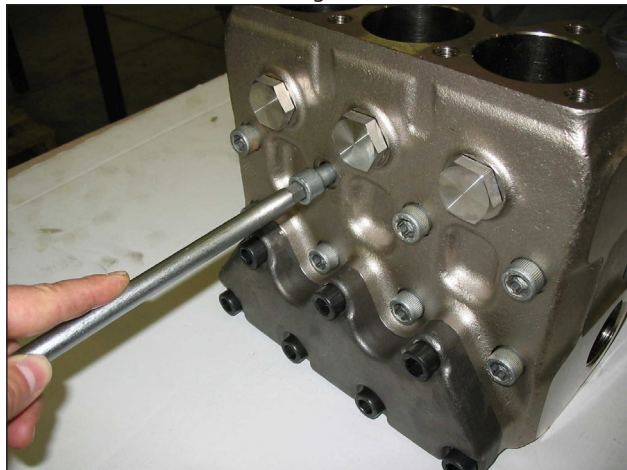

Fig. 20
A) Svitare le viti fissaggio testata M12x150 (M12x220 su SWS71) come indicato in Fig. 20.